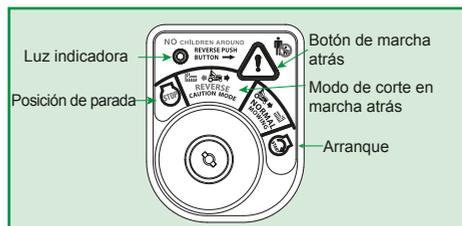

Figura 15
2. Gire la llave de la posición de modo de corte normal (NORMAL MOWING, verde) a la posición de corte en marcha atrás (REVERSE CAUTION MODE). Ver Figura 15;
3. Presione el botón de marcha atrás (REVERSE PUSH BUTTON, triangular naranja) en el tope derecho del módulo de arranque. La luz roja en la parte superior izquierda del módulo de arranque se encenderá indicando que el modo corte en marcha atrás está encendido. Ver Figura 15;